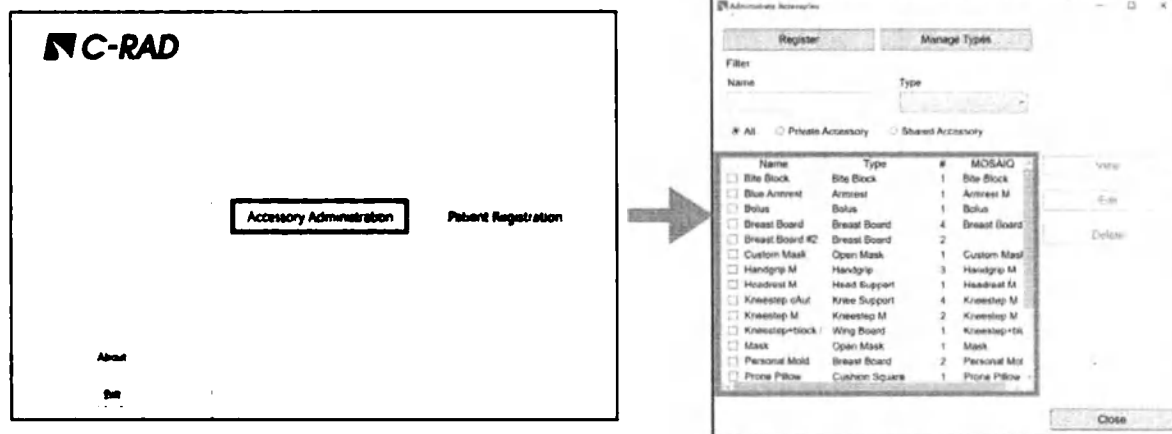

Рисунок 8. Диалоговое окно *Administrate Accessories* («Управление принадлежностями»).
2. Нажмите кнопку **Administrate Accessories** («Управление принадлежностями»). Откроется диалоговое окно *Administrate Accessories* («Управление принадлежностями») (рисунок 8). Диалоговое окно используется в качестве целевой страницы для дальнейшей навигации. Здесь вы найдете обзор зарегистрированных принадлежностей со следующей информацией: